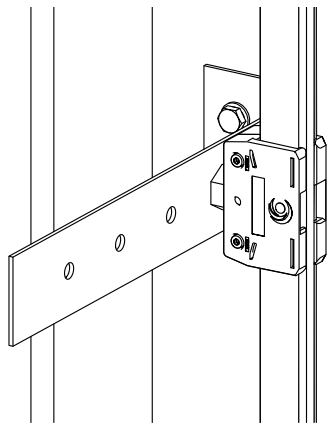
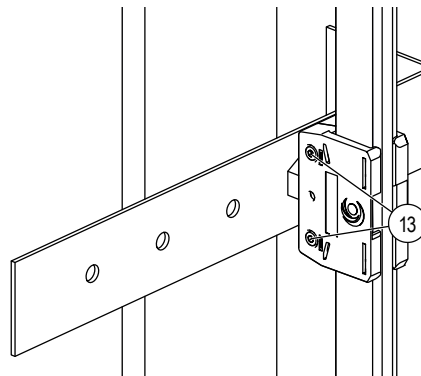
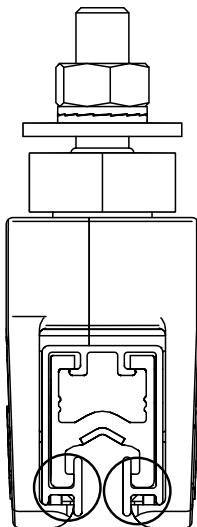

Abb. 34: Schleifleitung in den Schienenhalter einhängen
Abb. 35: Zylinderschrauben des Schienenhalters (Pos. 13) anziehen
Abb. 36: Der Schienenhalter umschließt das Isierprofil vollständig
- Die Schleifleitung in die bereits montierten Schienenhalter einklicken (siehe Abb. 34) und die lose montierten Zylinderschrauben M4x22 (Pos. 13) der zwei Schienenhalter-Gehäusehälften mit dem vorgeschriebenen Drehmoment (SW 4, Drehmoment: **2,5 Nm**) anziehen (siehe Abb. 35). Beim Einhängen darauf achten, dass die Schleifleitung vollständig im Schienenhalter eingehängt ist (siehe Abb. 36).